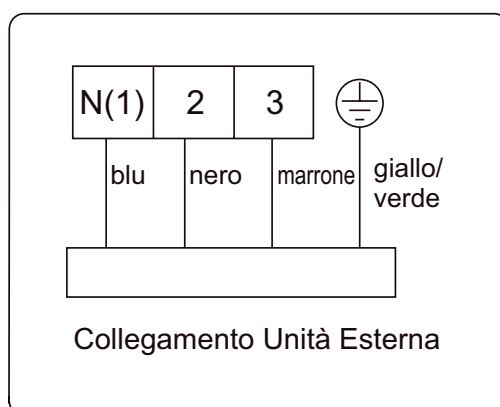

Fig. 27
| ③ . Collegare il cavo di comunicazione dell'Unità Interna in base ai segni corrispondenti, come mostrato in Fig. 27. |